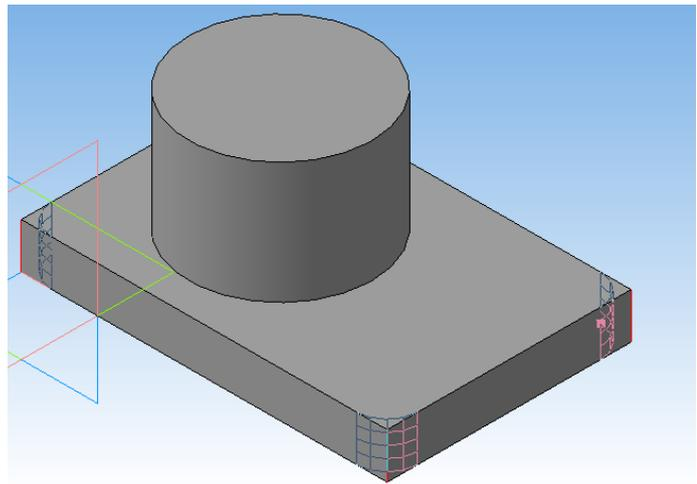

Рисунок 50
9. Выполните **Скругление** радиусом **10мм** (рисунок 50).